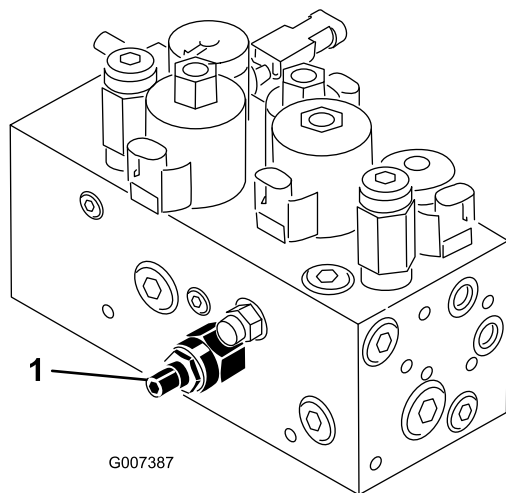

図 59
本機のカッティングユニット昇降回路にはフロー・コントロール・バルブ（図 59）がついています。このバルブは出荷時に約3 回転の開度に調整されていますが、作動油温度、作業速度などにより調整が必要になる場合があります。以下の手順で調整します：
1. 運転席を上げ、センター・プルフレーム用フローコントロールバルブ（図 59）を露出させる。バルブは油圧マニホールドの側面についている。